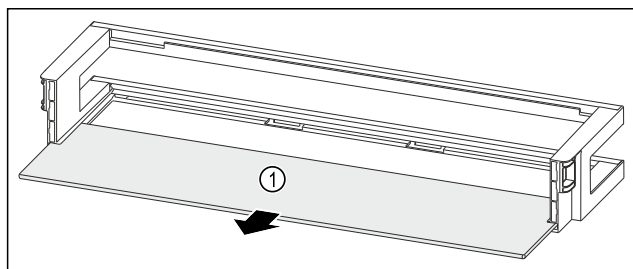

Fig. 48 Лотки на дверцятах з полицею
- Дістаньте полицю Fig. 48 (1).